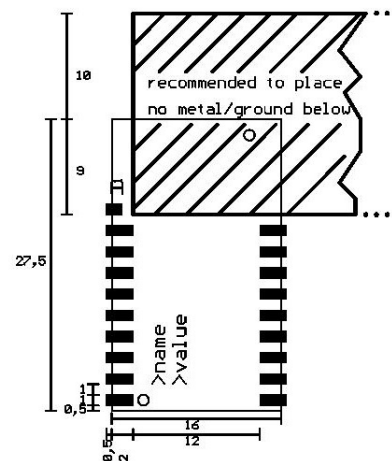

Abbildung 6
- Im Bereich der Keramikantenne soll sich entsprechend Abbildung 6 keine Massefläche oder Metall befinden, d. h. entsprechend der Draufsicht rechts gar nicht, oberhalb, sofern es sich nicht vermeiden lässt in einem Abstand von 10mm.